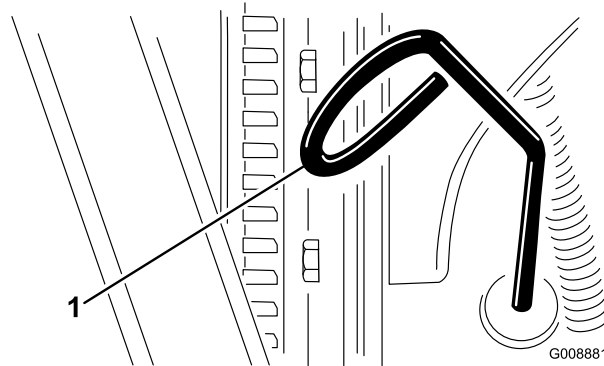

Figura 19
2. Togliete l'asta di livello ed asciugatela con un panno pulito (Figura 19).